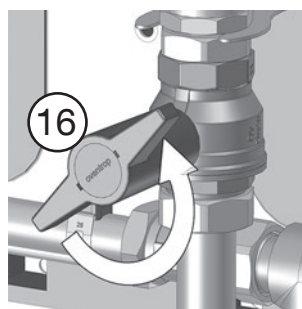

fig. 5.9: Abra la válvula de bola de corte del circuito del acumulador
13. Abra la válvula de bola de corte (16). El agua de calefacción entra en la estación (fig. 5.9 en la página 34).